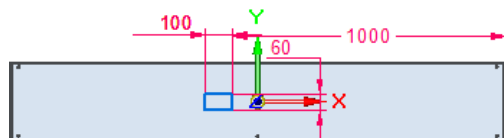

图 8.13.218 截面草图
② 绘制图 8.13.218 所示的截面草图。
③ 单击“主页”操控板中的“关闭草图”按钮 , 退出草图绘制环境。